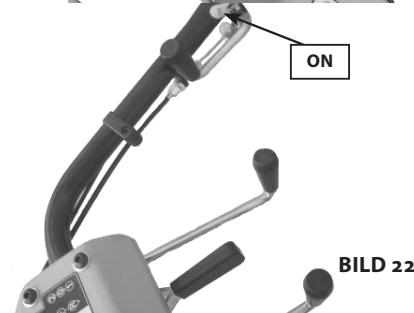

BILD 22
7. Flytta turbinkoppling spak till "OFF" (se bild 22)